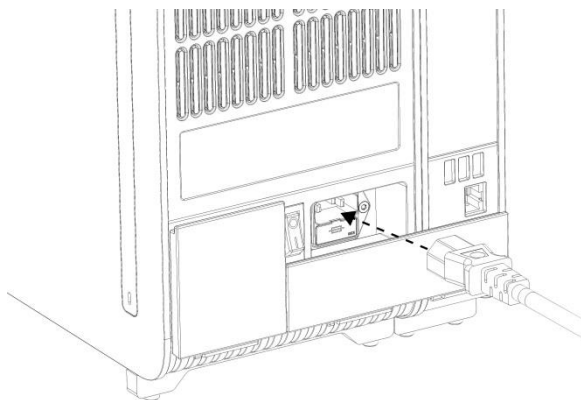

Figura 17. Ligação do cabo de alimentação.
8. Ligue o cabo de alimentação fornecido com o QIAstat-Dx Analyzer 1.0 à parte traseira do módulo analítico original (Figura 17).